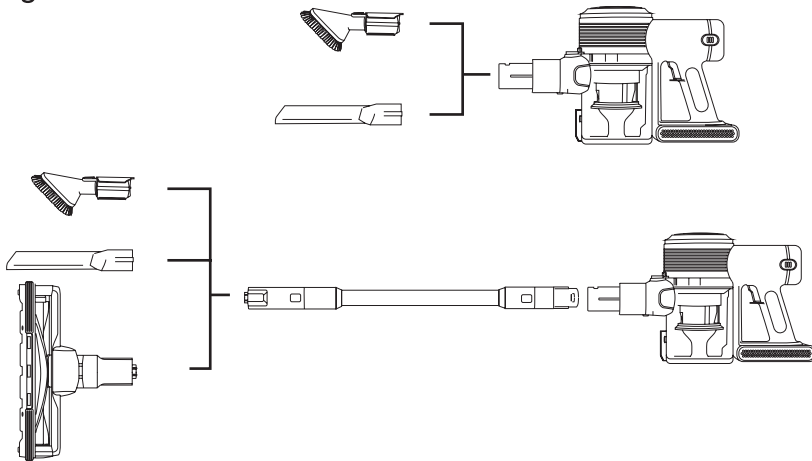

Fig.4
- Abrir la tapa de vaciado del depósito y verter su contenido en un contenedor de basura apropiado. (Fig. 4)